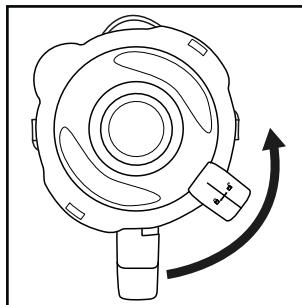

Fig. 1
- 1) Ruotare l'inserto mixer ③ in senso antiorario finché la freccia ▼ sotto la maniglia dell'inserto mixer ③ non si trovi al di sopra della posizione ↗. Rimuovere l'inserto mixer ③ sollevandolo in verticale dal blocco motore ⑥.
- 2) Rimuovere il coperchio ②, ruotandolo in senso antiorario in direzione della posizione ↗ (vedere Fig. 1), fino a poterlo estrarre verso l'alto.
- 3) Riempire l'inserto mixer ③ almeno fino alla tacchetta inferiore della scala graduata ④ e non oltre il segno MAX. Per risultati ottimali si consigliano le seguenti quantità di riempimento massime: